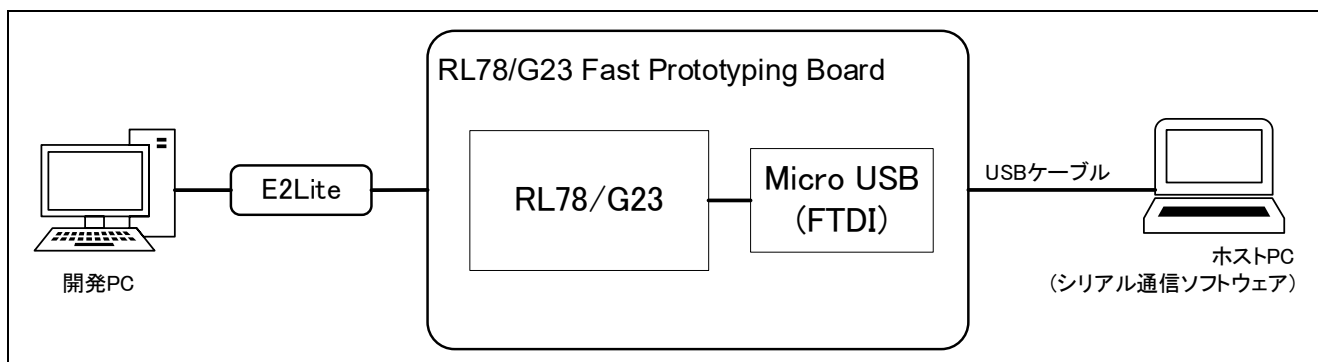

図 7-1 RL78/G23-64p Fast Prototyping Board 機器接続図
1. 「図 7-1 RL78/G23-64p Fast Prototyping Board 機器接続図」の様に PC の USB ポート、RL78/G23 Fast Prototyping Board の Micro USB を接続してください。